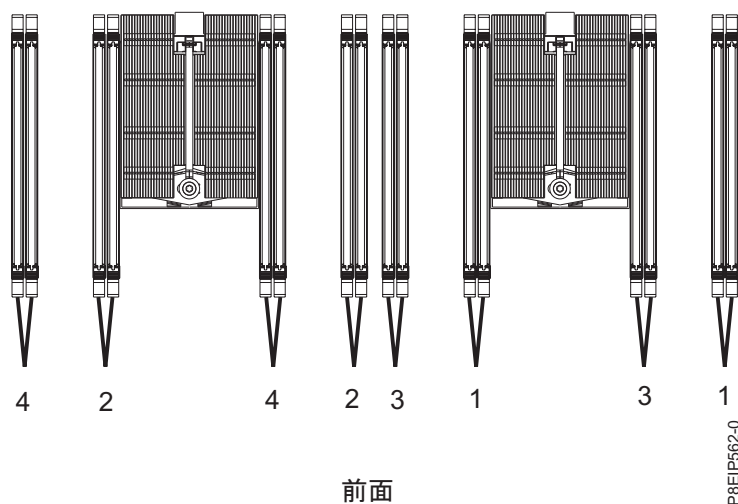

図 19. メモリー・スロット位置と差し込み順序
- メモリー DIMM は所定の順序で追加する必要があります。21 ページの表 4 と 21 ページの図 19 を使用して、メモリーの配置を決定します。